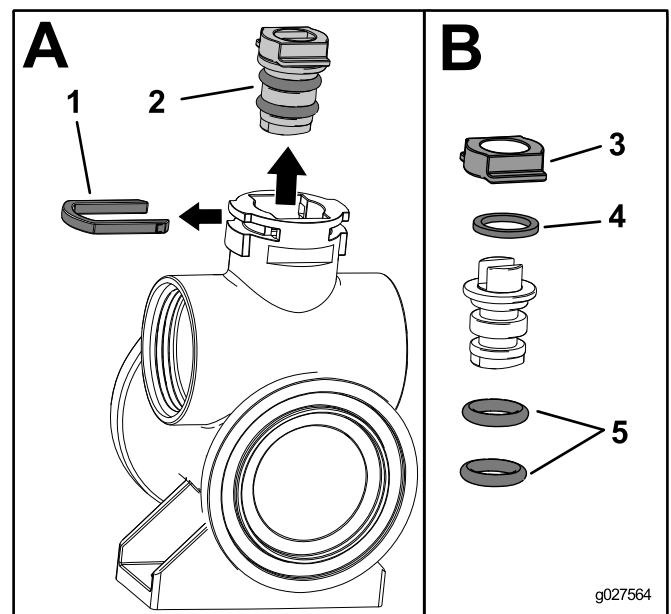

Рисунок 3
13. Снимите держатель захвата штока (вид А; Рисунок 3).
14. Снимите шток клапана в сборе (вид А; Рисунок 3), дотянувшись до него рукой внутри корпуса клапана.
15. Снимите держатель штока, упорную шайбу и 2 уплотнительных кольца штока клапана со штока клапана (вид В; Рисунок 3).